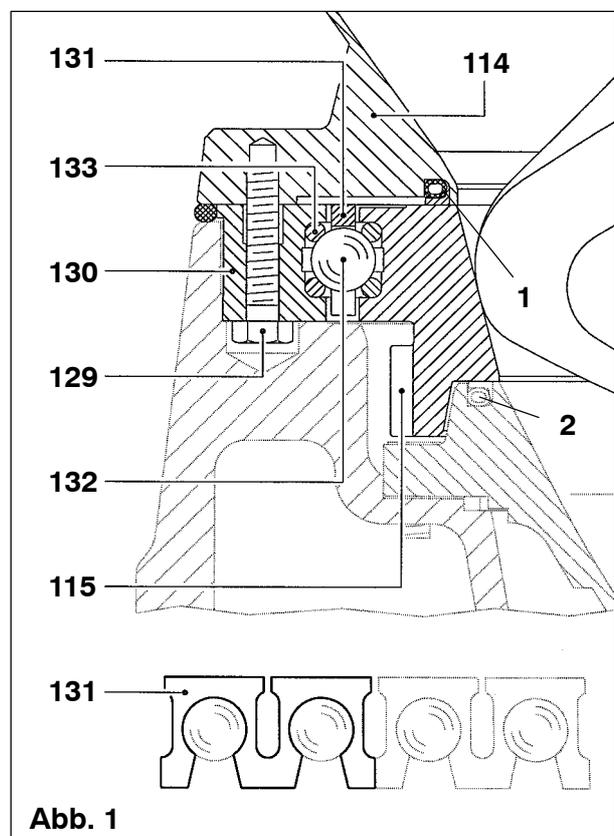

Abb. 1
12. Kugeln (132) paarweise am Umfang ver-teilen.
13. Kammkäfige (131) jeweils über 2 Kugeln (132) eindrücken (Abb. 1).